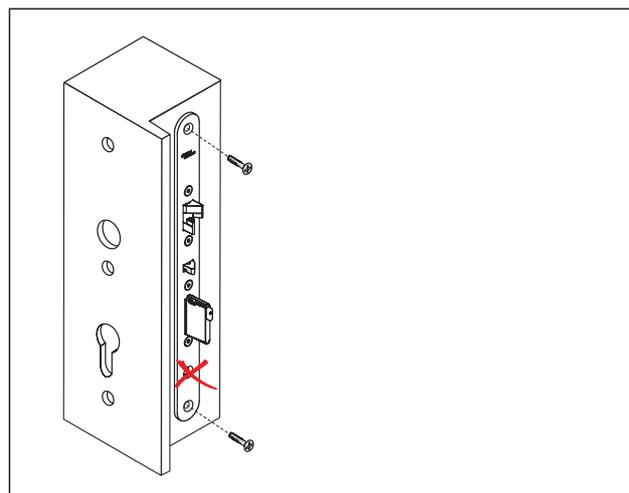

Abb. 23 Türschloss festschrauben
4. Das Türschloss festschrauben (Abb. 23).